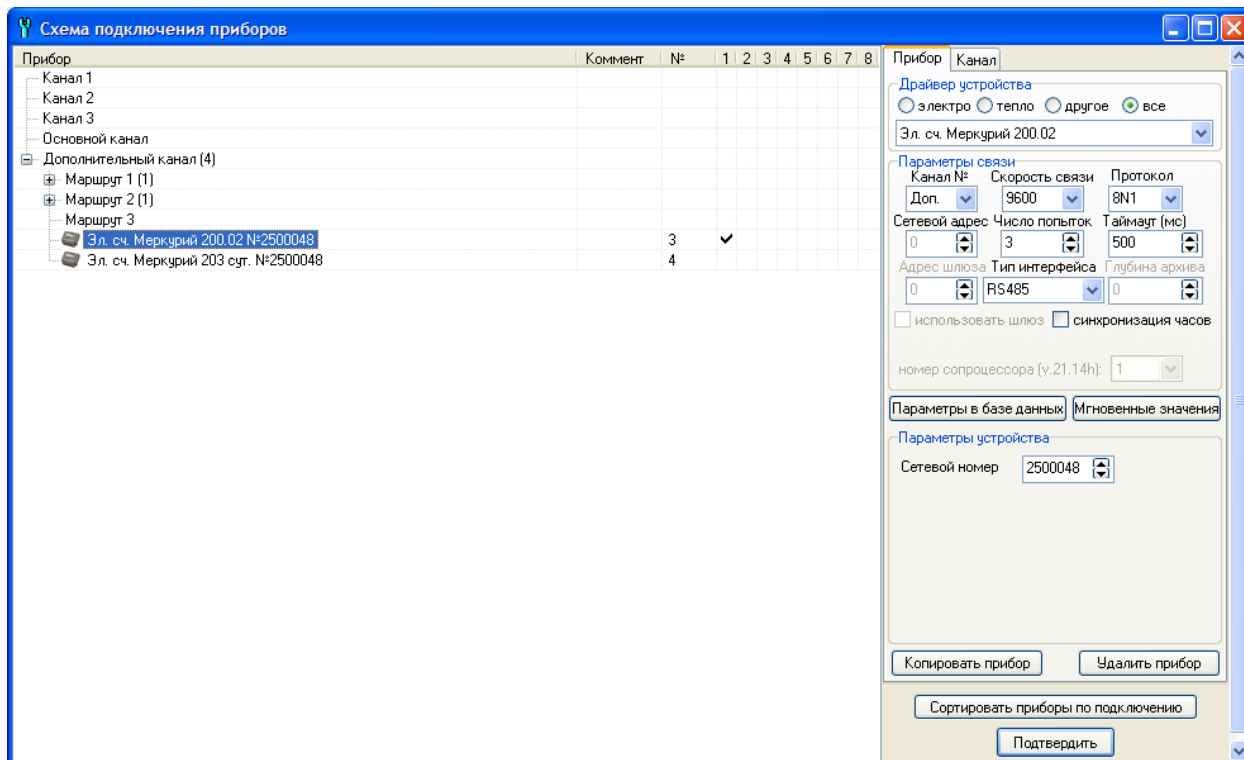

Рис. 6.3. Чтение текущих показаний прибора учета из окна настройки связи с прибором учета
- Из окна настроек связи с прибором учета – «Схема подключения приборов» («Схема» / «Подключенные устройства» или Ctrl-A, в открывшемся окне нажимается «Мгновенные значения») (см. рис.6.3).